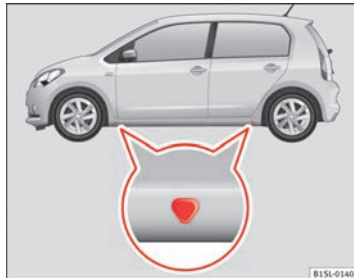

Abb. 143 Aufnahme-
Der Wagenheber darf nur an den gezeigten Aufnahmeorten (Markierungen in der Karosserie) angesetzt werden  $\Rightarrow$  Abb. 143. Es gilt der Aufnahmeort, der sich bei dem jeweiligen Rad befindet  $\Rightarrow$   $\triangle$ .
5. Den Wagenheberaufnahmepunkt ⇒ **Abb. 143** unter dem Fahrzeug suchen, der dem zu wechselnden Rad am nächsten liegt.